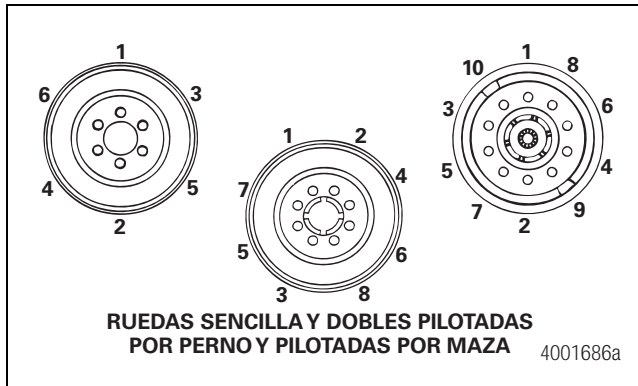

Figura 6.25
12. Al instalar las sujeciones, siga la secuencia de apriete indicada por el fabricante de la rueda de disco para asegurar que la carga de sujeción sea mayor y más uniforme. Figura 6.25. Revise siempre las sujeciones en los intervalos de servicio recomendados por el fabricante de la rueda.